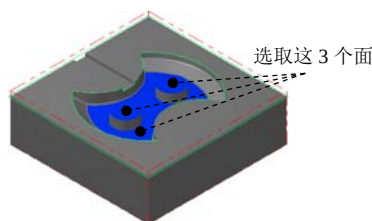

图 22.35 选取干涉面
(2) 单击 **检测** 区域中的 按钮，选取图 22.35 所示的面为干涉面（共 3 个），然后按 Enter 键。